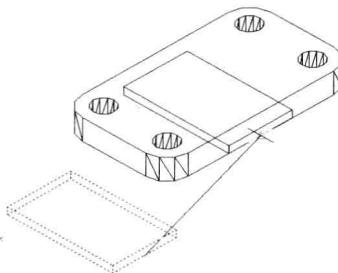

图 9-6-3
(5) 单击状态栏中的“正交”按钮，启动正交模式。选择菜单命令“绘图／建模／长方体”，单击确定一个角点；命令行提示“指定角点或 [立方体 (C) / 长度 (L)]”，输入“l”，按 Enter 键；输入长度值“108”，按 Enter 键；输入宽度值“180”，按 Enter 键，输入高度值“12”，按 Enter 键，创建一个长方体。
(6) 在“修改”面板中单击“移动”按钮 $\downarrow\downarrow$ ，单击长方体，按Enter键。捕捉并单击长方体底边的中点，再捕捉并单击拉伸实体底边的中点，如图9-6-3所示，将两实体底边中点对齐。